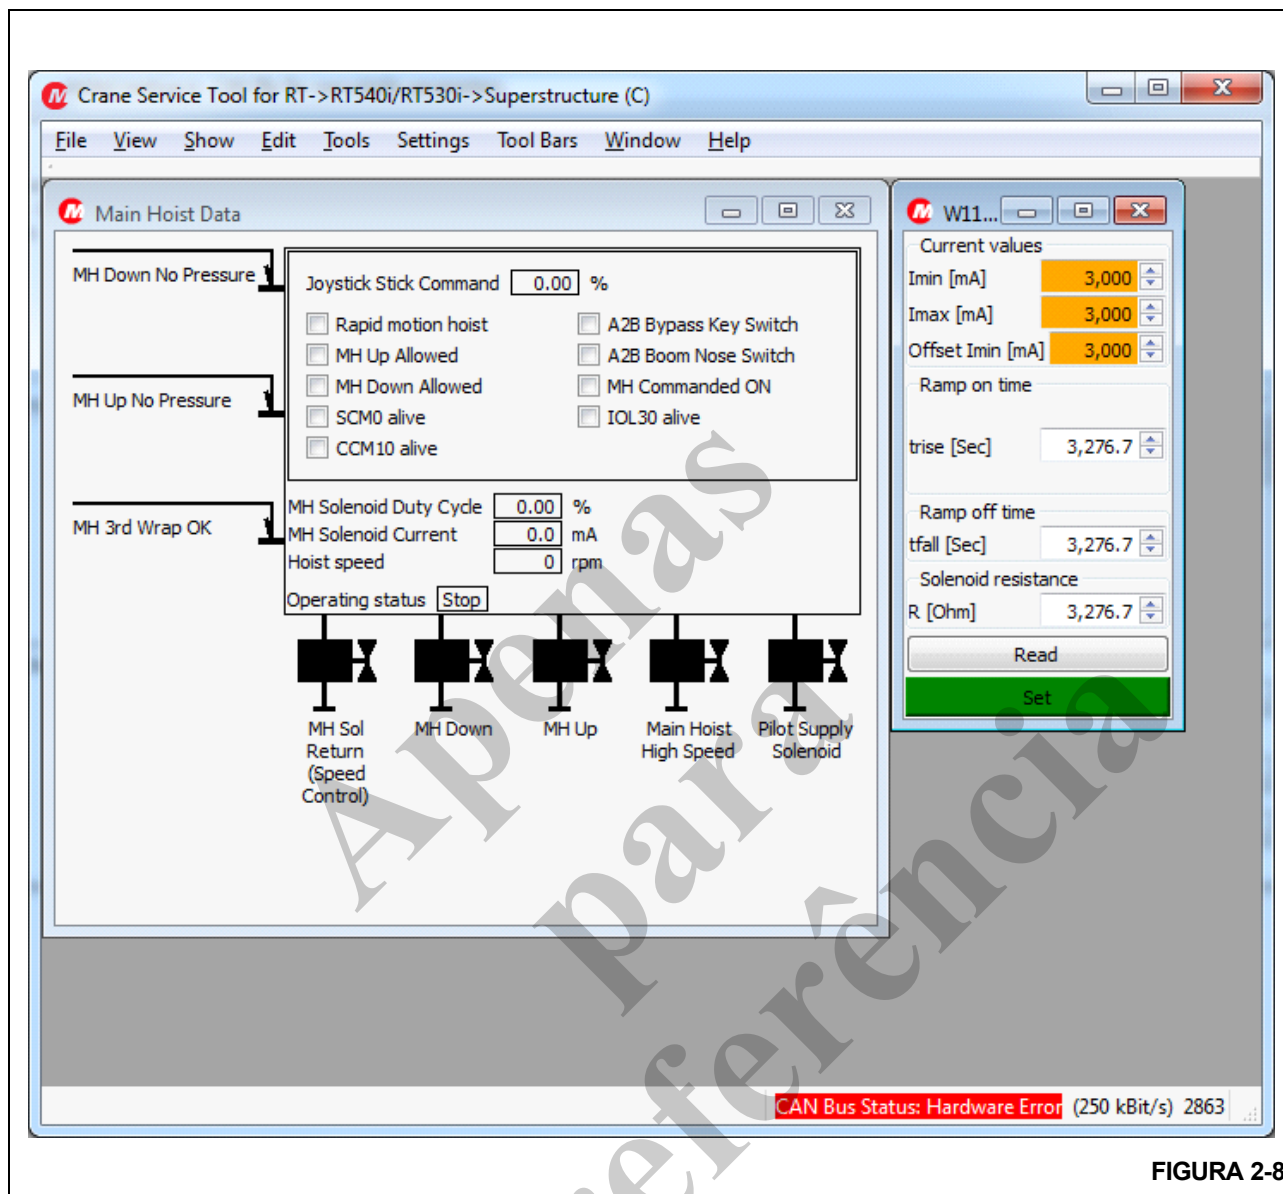

FIGURA 2-8
1. Conecte o laptop no conector de diagnóstico da cabine e certifique-se de que CAN C está selecionado (posição 3 no botão seletor de CAN) (Figura 2-8).